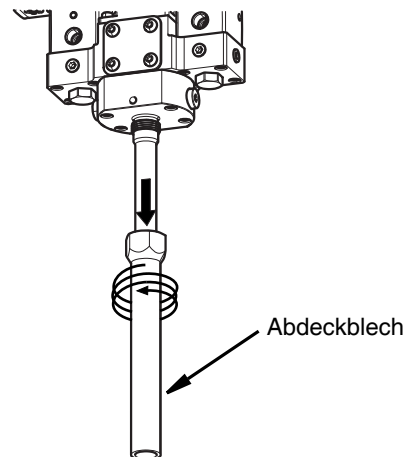

ABB. 20
4. Abdeckblech vom dynamischen Voltex Mischventil entfernen. Siehe ABB. 20.